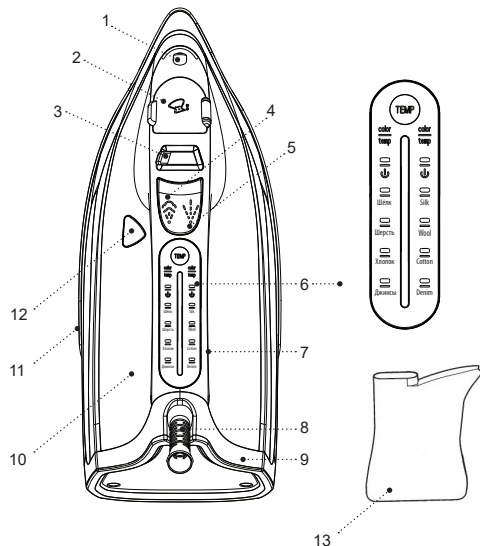
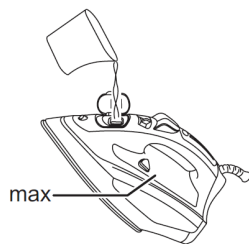

Рис. 1
Рис. 2
- Stellen Sie den Dampfregler (3) in die Position «» (Dampfzufuhr ausgeschaltet) ein (Abb. 1).
- Wickeln Sie das Netzkabel um die Fußplatte (9) auf.
- Установите регулятор постоянной подачи пара (13) – в положение «» (рис. 1).
- Откройте крышку заливочного отверстия (2).
- Используя мерный стаканчик (13), залейте воду в резервуар, закройте крышку (2) (рис. 2).